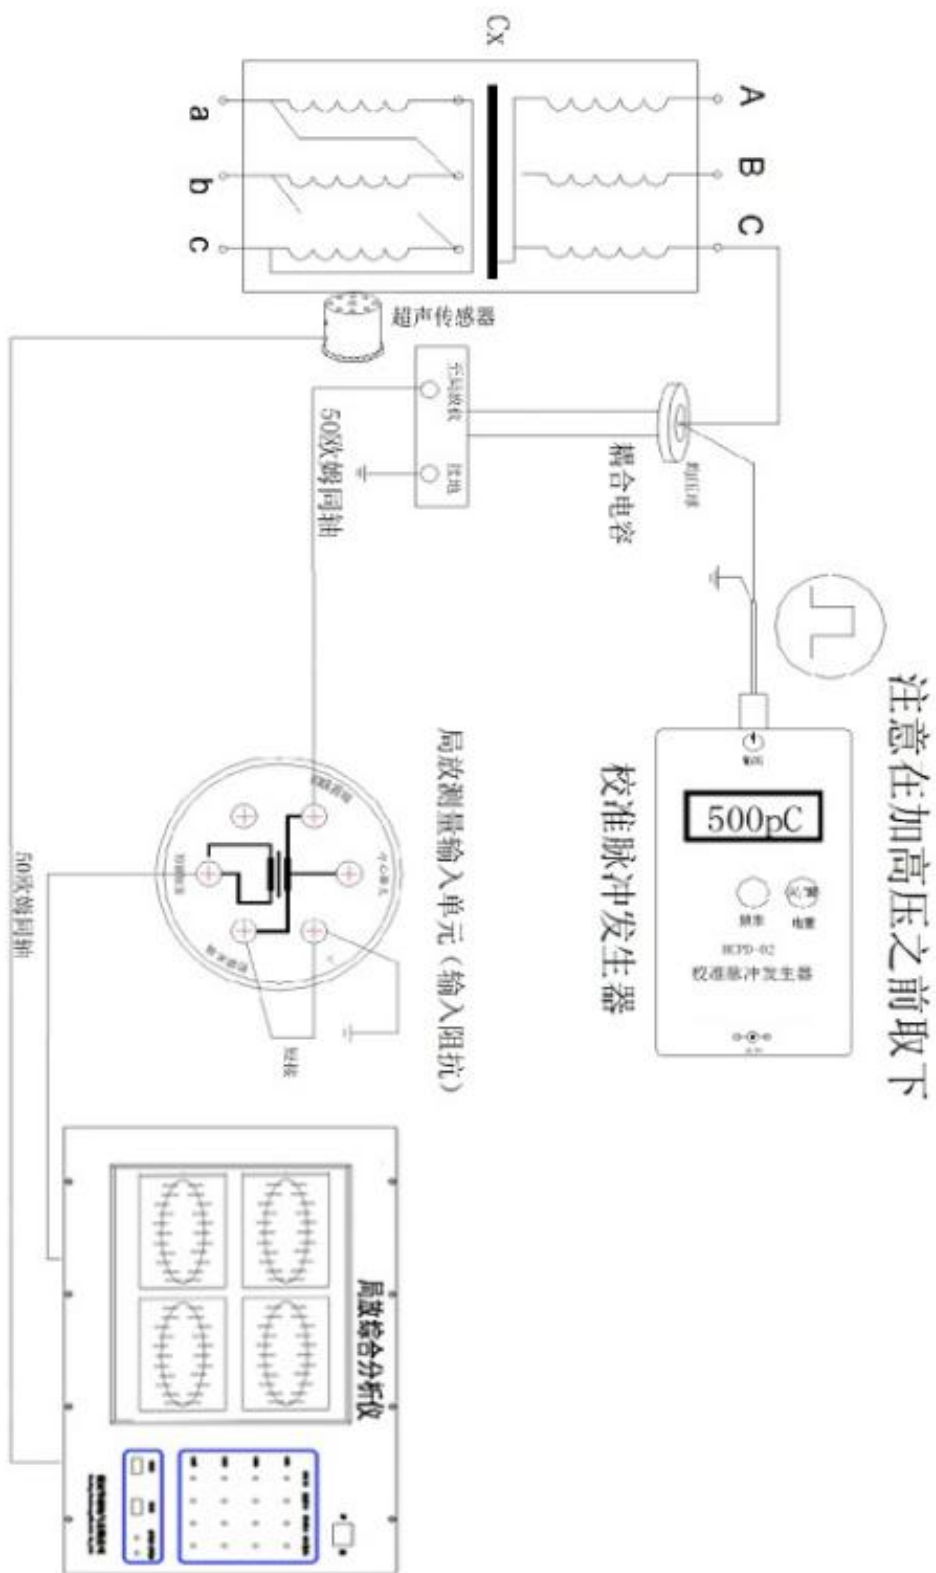

图2 校准接线(外接耦合电容传输放电信号)
**注：铁心接地线一定要穿过 HFCT 局放传感器的正面，反之会导致信号极性错误。（参见附录接线图 2、4 左下部宽频带电流互感器的连接方法，方向要正确）**